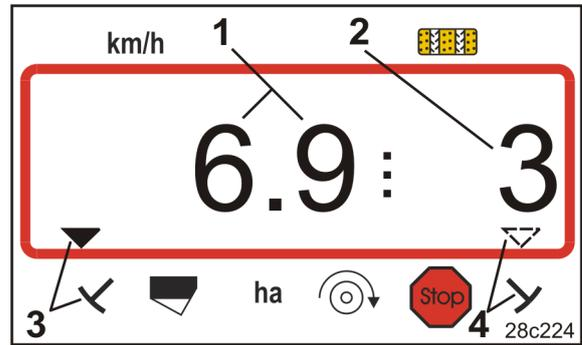

図 26
→ 作業表示 (図 26) に戻ります。
- 走行速度 (図 26/1)
- トラムラインカウンタ (図 26/2) の
トラックマーカ (図 26/3)。
トラックマーカ (図 26/4)。